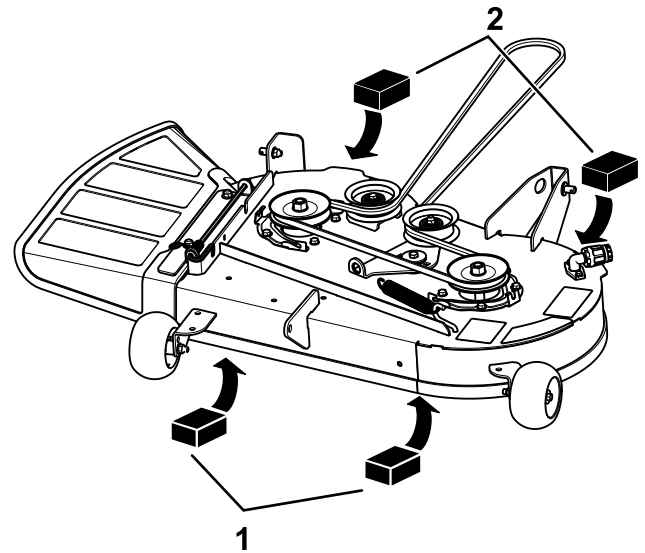

Figura 70
4. Coloque dos bloques de 6.6 cm (25/8" ) de grosor debajo de cada lado del borde delantero de la carcasa, pero no debajo de los soportes de los rodillos protectores del césped (Figura 70).
5. Coloque dos bloques de 7.3 cm (27/8" ) de grosor debajo del borde trasero del faldón de la carcasa de corte, uno en cada lado de la carcasa de corte (Figura 70).